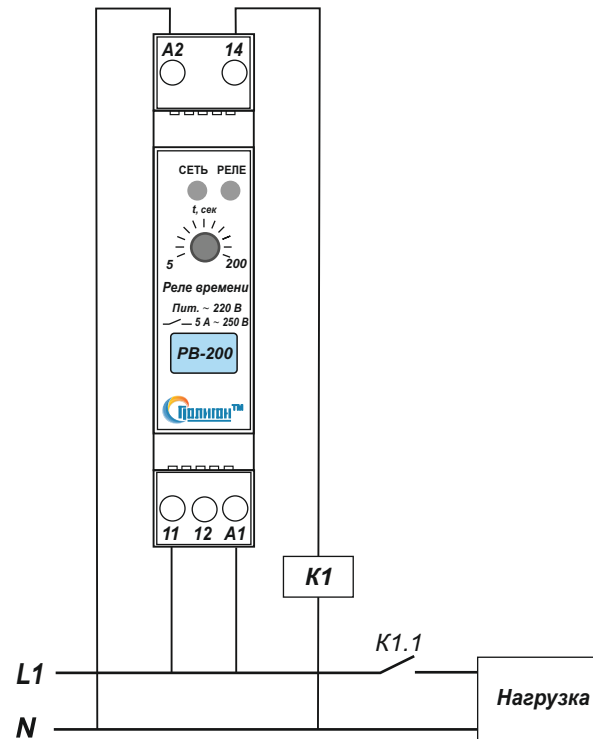

Рис.1. Типовая схема подключения реле РВ-200.
4.3. Произвести подключение входной контролируемой сети, цепей управления и сигнализации согласно маркировке (Рис.1.): А1, А2 — питание; 12-11-14 (NC-COM-NO) — переключающий контакт реле.